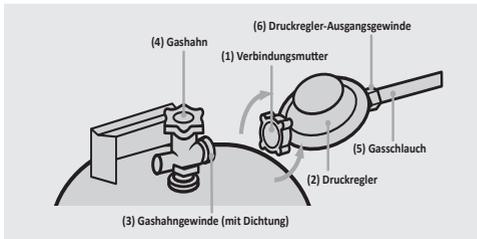

Abb.2: Montage des Druckreglers
1. Verbinden Sie den Druckregler (Abb.2, Nr. 2) mit dem Gasschlauch (Abb.2, Nr. 5). Schrauben Sie hierfür die **Überwurfmutter des Gasschlauches** am Gewinde des Druckreglers durch Linksdrehung mit Hilfe eines Gabelschlüssels SW 17 fest.
2. Verbinden Sie dann den **Gasschlauch** (Abb.2, Nr. 5) mit dem **Gasventileingang** (Abb.1, Nr. 4) des Heizstrahlers. Schrauben Sie hierzu die zweite Überwurfmutter des Gasschlauches am Gasventileingang durch Linksdrehung mit der Hand fest.
3. Verbinden Sie den Druckregler mit der Gasflasche, indem Sie die **Verbindungsmutter** (Abb.2, Nr. 1) des **Druckreglers** (Abb.2, Nr. 2) mit der Hand auf das **Gashahngewinde** (Abb.2, Nr. 3) schrauben.